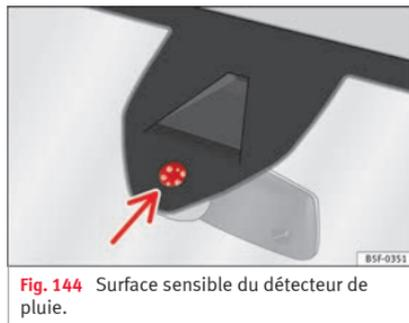

Fig. 144 Surface sensible du détecteur de pluie.
Les causes possibles d'anomalies et d'interprétations erronées dans la zone de la surface sensible » » fig. 144 du détecteur de pluie peuvent être :
- Nettoyez régulièrement la surface sensible du détecteur de pluie et recherchez d'éventuels dommages sur les balais » » fig. 144 (flèche).